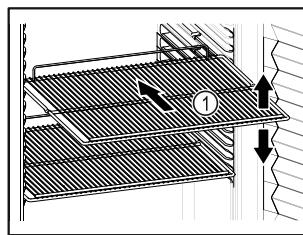

Fig. 50 Primjer izgleda
- ❑ Ako su površine za polaganje Fig. 50 (1) pomične, prilagodite ih po visini.